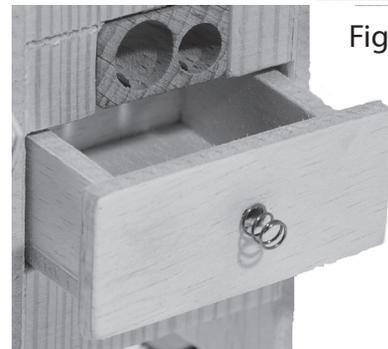

Fig. 11
11. Introducir el cajón del sacapuntas por la parte delantera, debajo del sacapuntas, en la apertura que le corresponde (ver la Fig. 11).